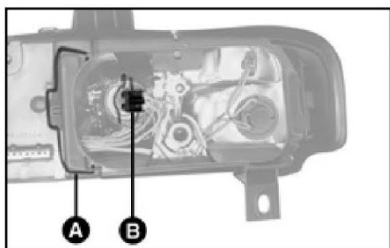
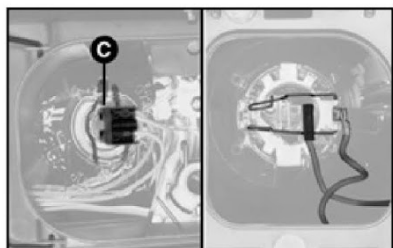

fig. 17
fig. 18
- 1) remover a tampa plástica para ter acesso às lâmpadas deslocando a trava **A-fig. 17**;
- 2) soltar o conector **B-fig. 17** de alimentação da lâmpada;
- 3) retirar o porta-lâmpada pressionando as presilhas **C-fig. 18** abrindo-as lateralmente;
6) reenganchar a presilha de fixação **C-fig. 18** e reconectar a lâmpada, colocando por último a tampa plástica **A-fig. 17**;